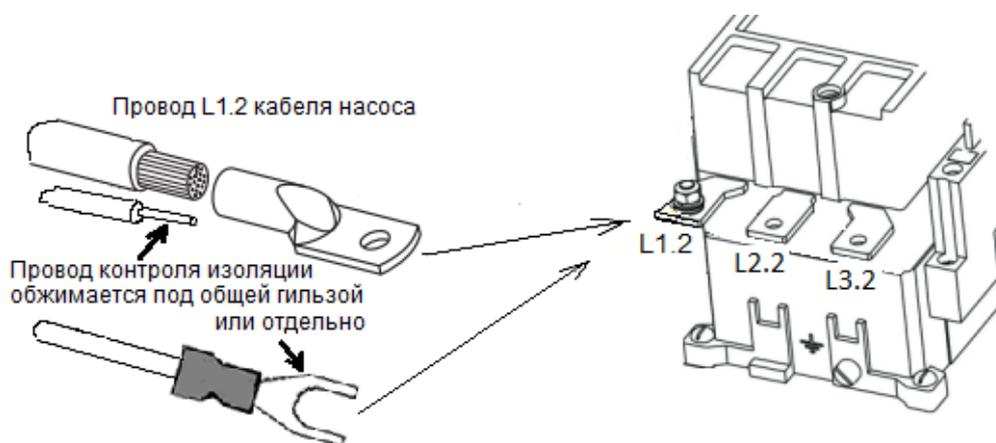

Рис.10
5.10 Для контроля изоляции нужно соединить (обжать в общей гильзе) красный провод R, идущий от 18 клеммы модуля, с жилой фазы L1.2 кабеля подключения насоса (рис.10).